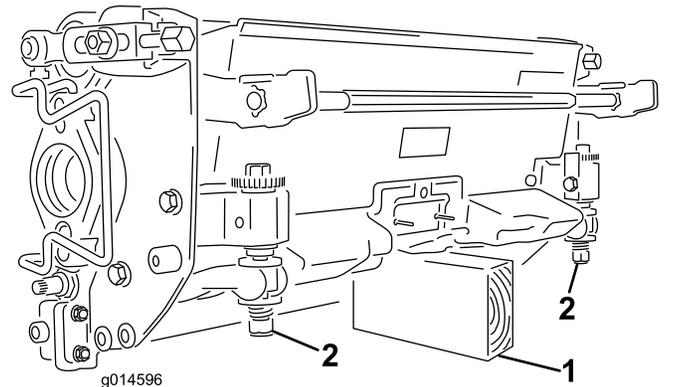

Рисунок 44
**Внимание:** Если необходимо наклонить режущий блок, подложите опору под заднюю часть режущего блока, чтобы гайки регулировочных винтов неподвижного ножа не упирались в рабочую поверхность (**Рисунок 44**).